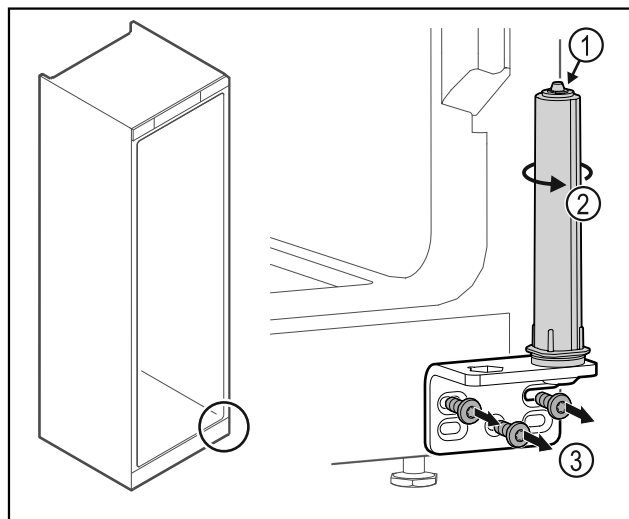

Fig. 51
- Deursluitsysteem Fig. 51 (1) niet uit elkaar halen.
- Sluitsysteem Fig. 51 (2) draaien tot het klikt.
- Scharnierhoek Fig. 51 (3) losschroeven.